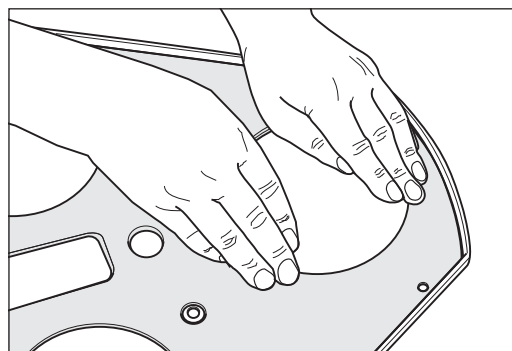

Fig. 58 Comprimez régulièrement le joint, notamment sur le bord et dans la zone des logements de plateaux de disque.
- 10 Comprimez soigneusement le joint, notamment sur le bord et dans la zone des grands évidements pour les logements du plateau de disque (fig. 58).